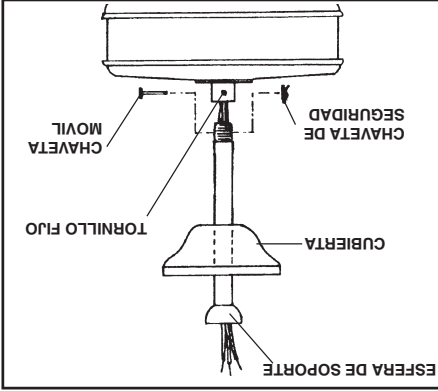

FIG. 9
**Paso 4.** Meta cuidadosamente los alambres del ventilador hacia arriba a través del tubo de montaje. Atornille el tubo de montaje sobre la conexión hasta que los agujeros del tubo de montaje y la conexión queden alineados. Re-instale la chaveta móvil y la chaveta de seguridad. Apriete bien los tornillos fijos que aflojó previamente. (Fig. 9)
**Paso 5.** Deslice la cubierta sobre el tubo de montaje seguida por la esfera de soporte. Instale el perno asegurándose que la esfera siente sobre el perno correctamente. Apriete el tornillo fijo de la esfera de soporte. (Fig. 9)